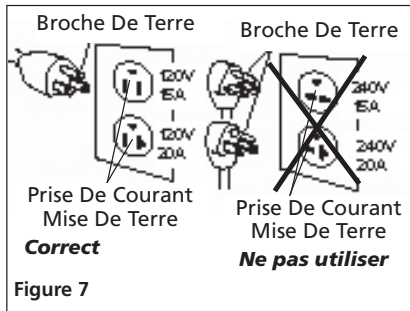

Figure 7
d'un court-circuit, la mise à la terre réduit le risque de choc électrique en fournissant un fil d'échappement pour le courant électrique. L'appareil est équipé d'un cordon avec une broche de masse. Il pourra être installé sur l'un des types courants de sortie représentés à la figure 7. Si la fiche ne convient pas à la sortie désirée, un électricien qualifié peut remplacer la fiche ou la prise.
- Si la fiche sur le cordon d'alimentation du modèle vous paraît étrange ou si la fiche ne correspond pas à votre prise de courant, se référer à la Figure 7 pour une explication des différentes fiches et des tensions que vous pouvez utiliser avec ces fiches.